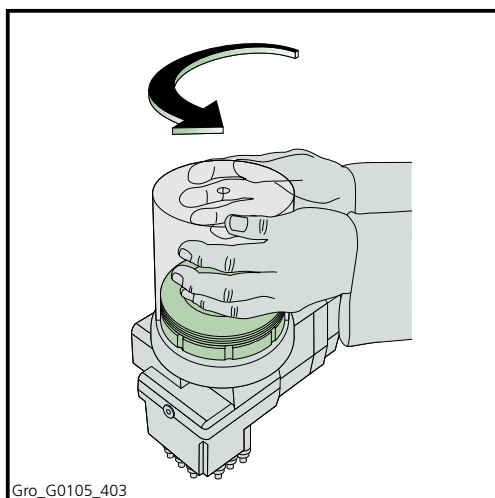

Fig 4.4 Rimozione della calotta di protezione
1. La calotta di protezione trasparente (Fig 4.4) è provvisto di un attacco a baionetta. Per rimuoverla, ruotarla in senso antiorario e sollevarla dal gruppo pompa.